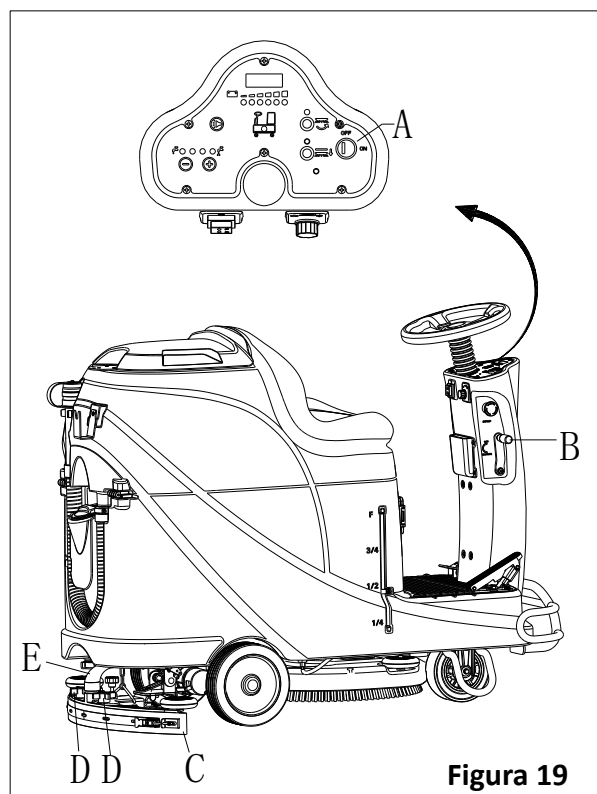
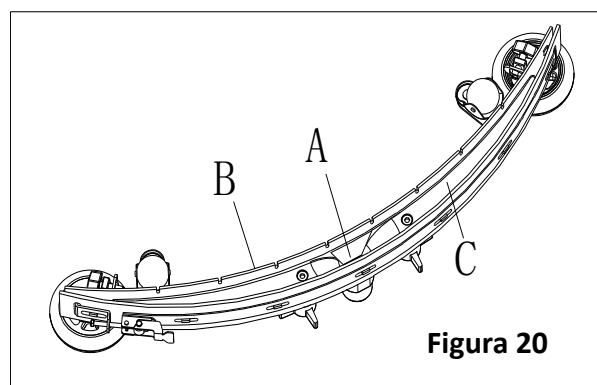

Figura 19
Figura 20
2. Ruotare l'interruttore chiave (A, Figura 19) su "OFF".
3. Abbassare il tergi-pavimento (B) mediante la leva (C).
4. Allentare la manopola (D) e togliere il tergi-pavimento.
5. Staccare il tubo di aspirazione (E) dal tergi-pavimento.
6. Pulire la parte in acciaio o in alluminio del tergi-pavimento, specie gli scomparti (A, Figura 20) e i fori (B). Verificarne integrità, tagli e strappi della lama frontale (B) e posteriore (C), se necessario, sostituendoli secondo le procedure indicate nel paragrafo seguente.